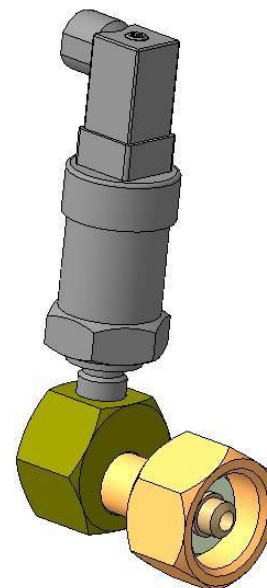

Рис.2 Датчик смонтированный на переходнике.
5.1.2 Датчик давления, в зависимости от выбранной комплектации, устанавливается в необходимое место газовой системы. Комплектацию -01, -02, -03, -04, в которой датчик смонтирован на переходнике (см.рис.2), рекомендуется устанавливать между вентилем баллона и газовым регулятором. Комплектацию -00 можно устанавливать вместо стрелочного манометра. После установки производится проверка герметичности. Утечки не допускаются.